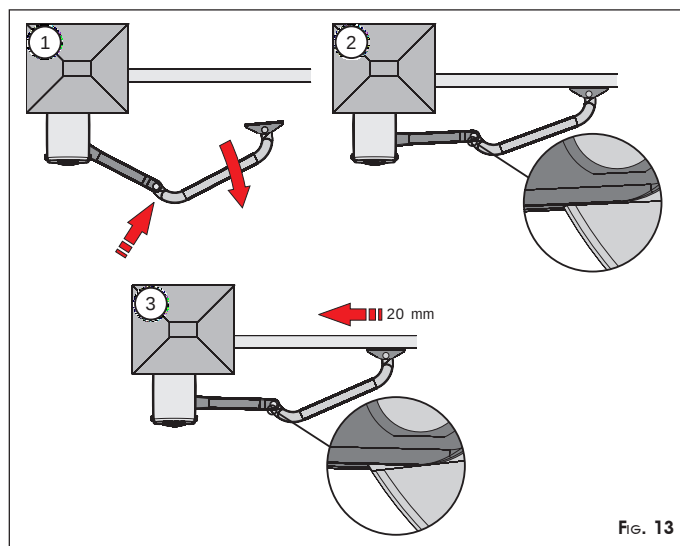

FIG. 13
⑧ Breng de zojuist geassembleerde armen op één lijn door in de centrale zone te duwen tot ze niet verder kunnen, zie Fig.13 ref. ①.
- ⑨ Zet de voorste beugel tegen de vleugel, Fig.13 ref. ②.
- ⑩ Trek de voorste beugel ongeveer 20 mm terug en markeer de bevestigingsgaten, Fig.13 ref. ③.
⑪ Bevestig de beugel met twee schroeven M8 op de vastgestelde plaats.
- ⑫ Beweeg de vleugel met de hand en controleer of, als de vleugel gesloten is, de twee armen niet tegen elkaar stoten, zoals aangegeven in Fig.13 ref. ②.
- ⑬ Zet de aandrijving weer in de werkingspositie, zie paragraaf 7.